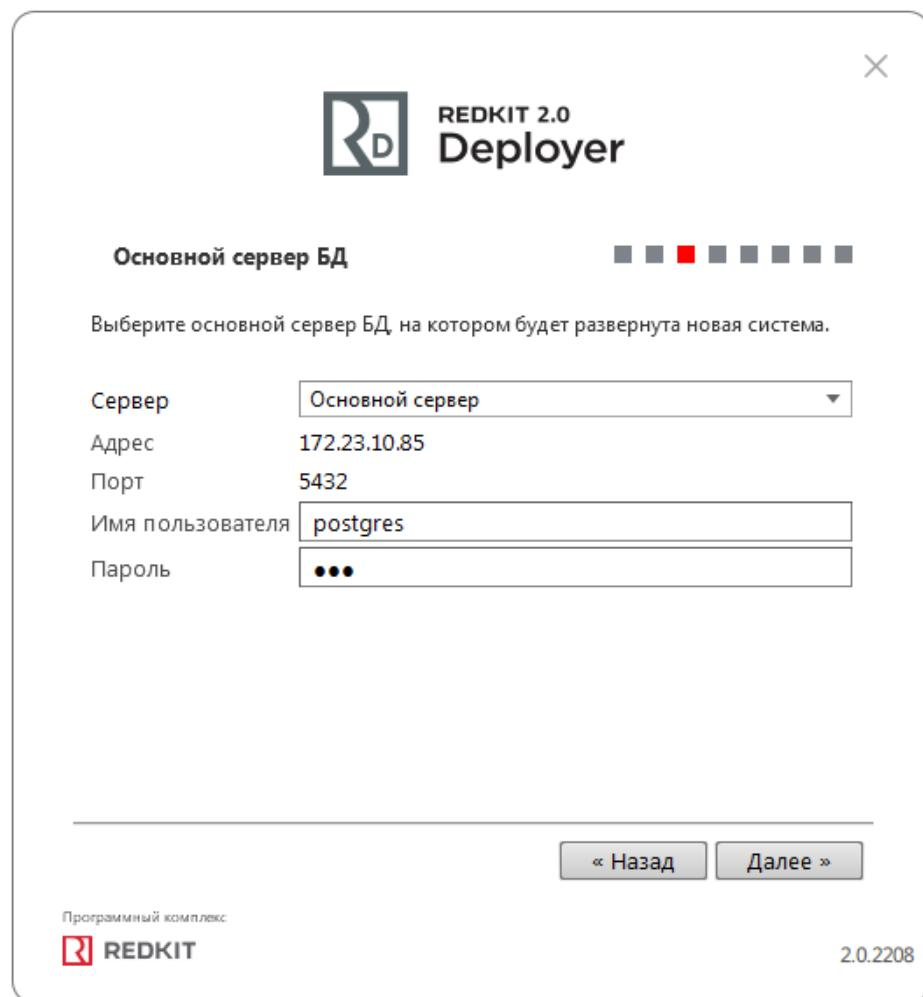

Рисунок 39 - Основной сервер БД
7. Укажите параметры для подключения к основному серверу БД, используя имя пользователя и пароль из п.8 раздела Установка Postgres. Нажмите **Далее** (Рисунок 39).